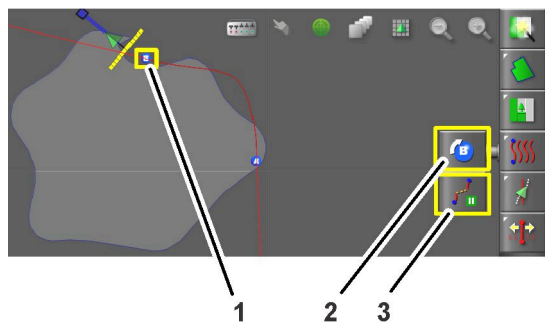

図 17
6. フィールド境界 (図 17)の等高線パスに沿ってマシンを移動します。
7. セットポイントBアイコン (図 17)を押します。